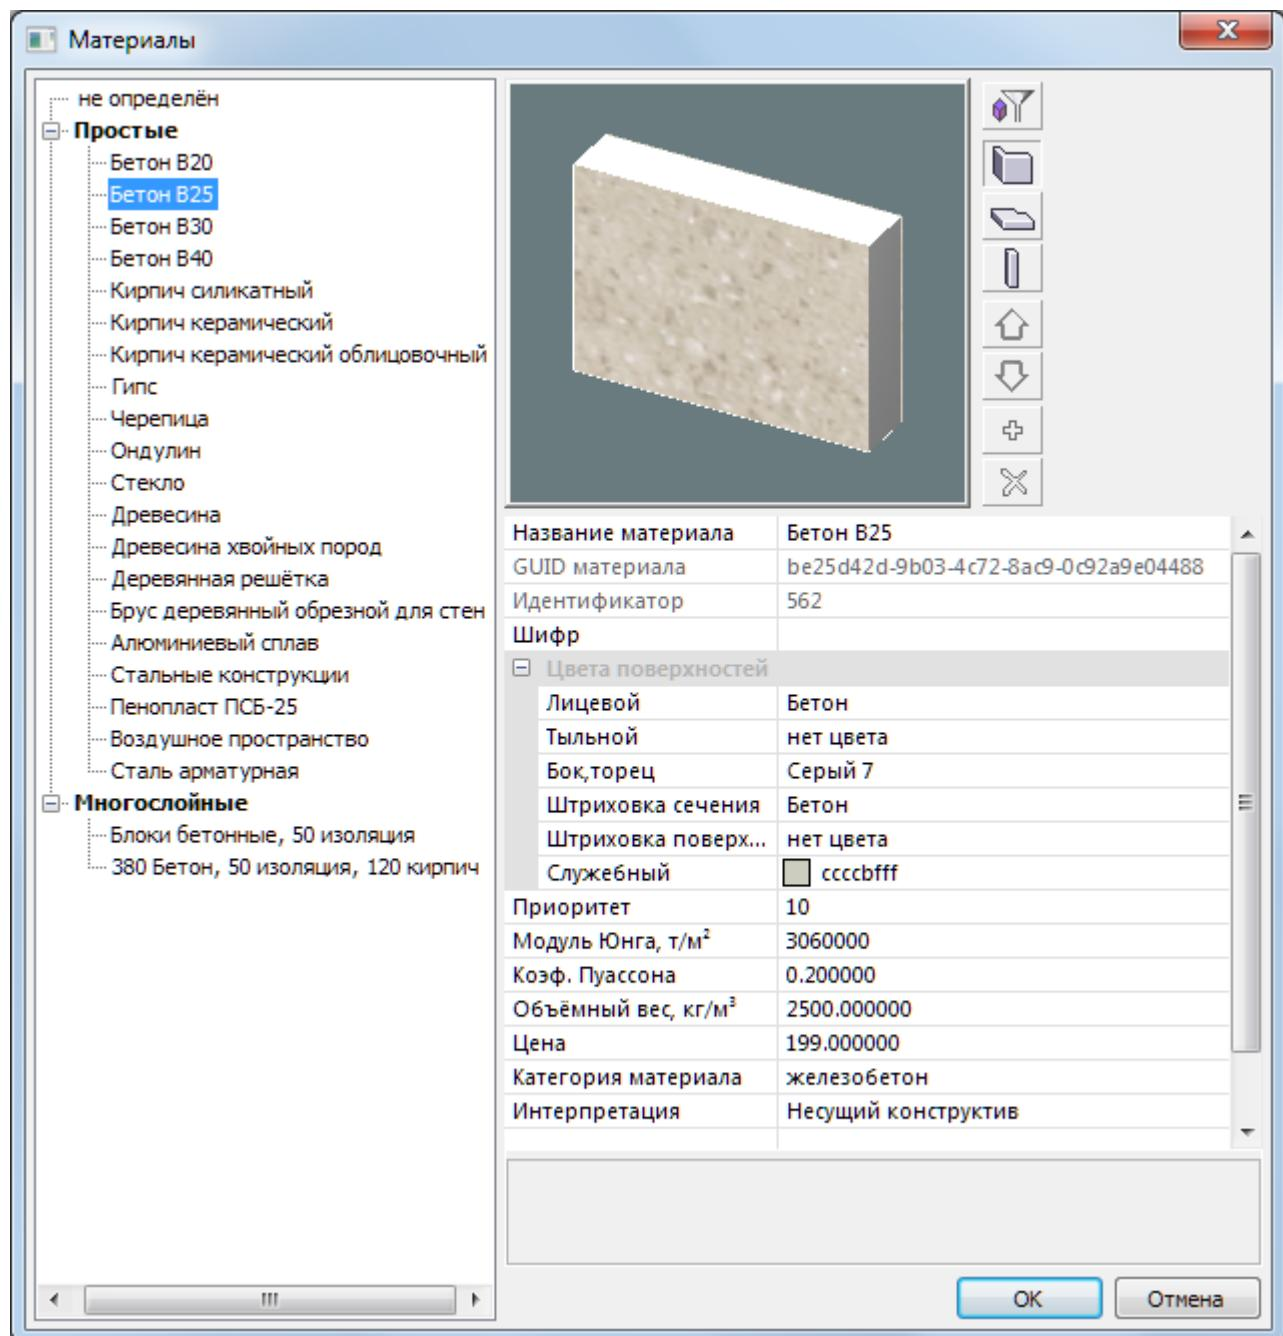

Рис.3.3. Диалоговое окно **Материалы**
- В открывшемся диалоговом окне **Материалы** (рис.3.3) выберите из списка материал **Бетон B25**.